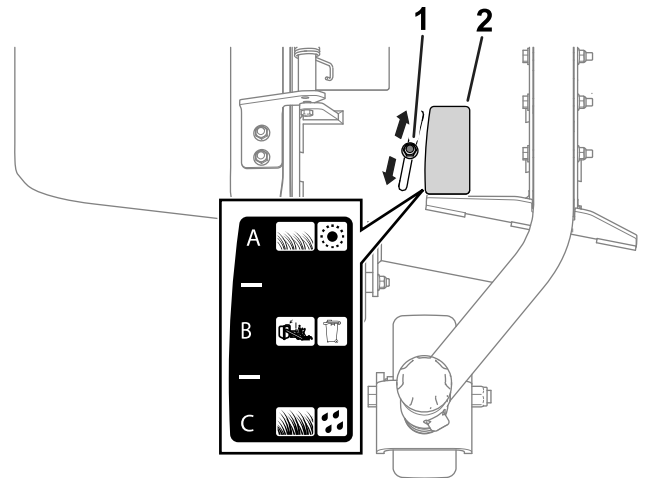

図 14
2. ナットをゆるめる 図 14。
フローバッフルの各位置の説明を以下に挙げます。 図 14 に示すバッフルの各位置 A, B, C はデカルの絵と同じです。